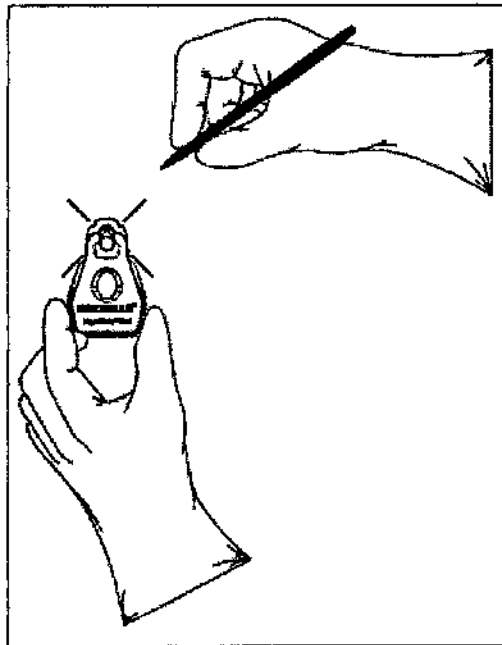

Figura 4
- e) Con el imán del MAGNA-FINDER™ centrado en el punto de inyección marque con un marcador quirúrgico en las muescas situadas en la base del MAGNA-FINDER™ (figura 4). Una vez realizadas estas marcas, eleve el dispositivo separándolo del paciente, utilizando el mismo marcador, enlace cuidadosamente los puntos/marcas opuestos con una línea, creando un retículo en cruz para la inyección. A continuación marque claramente el punto de intersección de las dos líneas perpendiculares. Éste es el lugar del punto de inyección MAGNA-SITE™